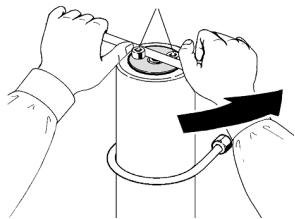
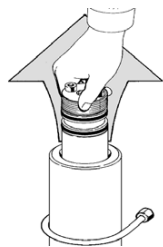

Рисунок 15
Рисунок 16
- при помощи специального ключа, поставляемого с компрессором 1( рисунок 12), или металлического стержня, снимите с корпуса фильтра крышку (рисунок 15) и извлеките фильтр - картридж (рисунок 16);